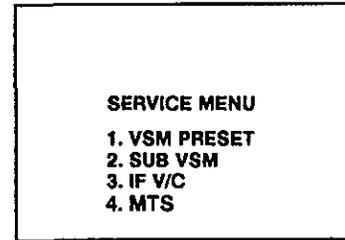

Fig. 2
- 6) Después de se haya visualizado la pantalla de servicio (unos 5 segundos), presione la tecla [CONTROLES DE IMAGEN Δ/∇] para producir la pantalla del menú de servicio indicada en la Fig. 2.